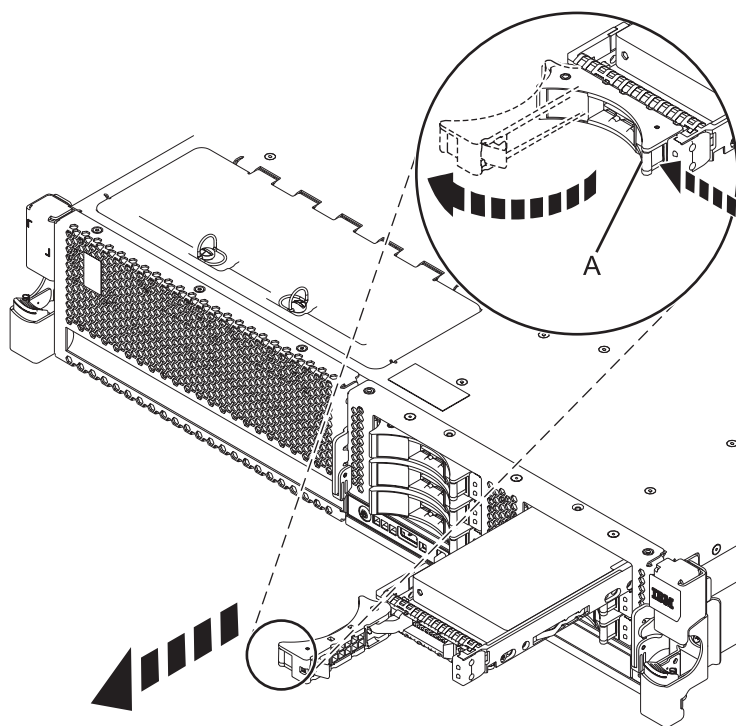

Figura 16. Extracción de una unidad de disco del sistema
1. Desbloquee el asa de la unidad de disco o de la unidad de estado sólido ejerciendo presión y tirando de ella hacia usted, como se muestra en Figura 16 en la página 26.